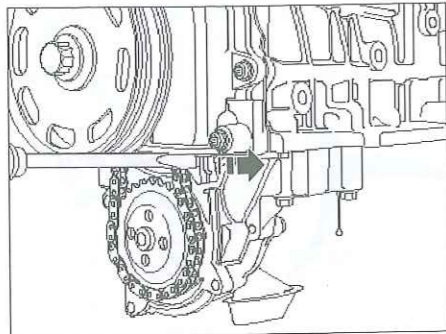

Fig. 16
- Con ayuda de un destornillador, empujar el tensor de cadena en el sentido de la flecha (Fig.16).